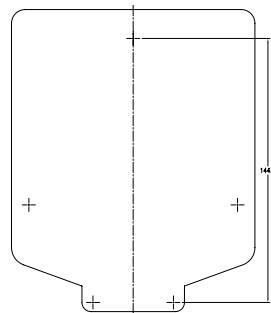

Figure 1 : Servez-vous du gabarit d'installation (inclus).
- À l'aide du gabarit d'installation (inclus), marquez l'emplacement des vis de montage sur le mur. Consultez la figure 1.